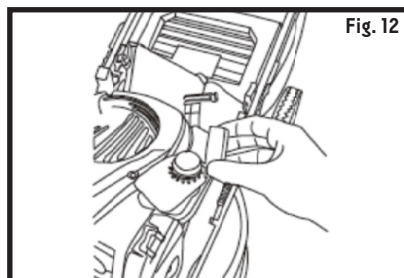

Fig. 12
Comme illustré dans la figure 12
1. Nettoyez la surface autour du bouchon de la goulotte d'essence avant d'enlever le bouchon. Retirez l'étiquette d'avertissement et vérifiez le niveau de l'essence (voir figure 12).